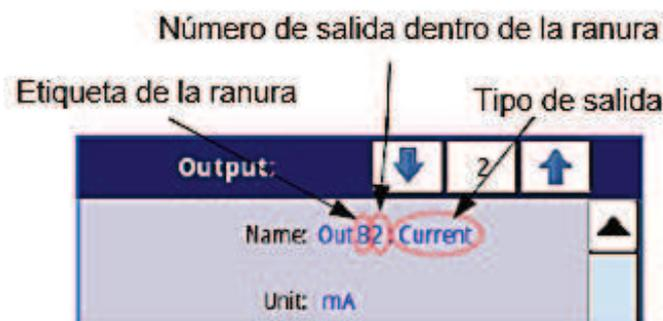

Fig. 7.84. Descripción del parámetro Nombre en el menú de salidas integradas
- **Nombre**: cada salida ya tiene un nombre dado por el dispositivo y el usuario no puede cambiarlo, para la descripción del parámetro **Nombre**, ver **Fig. 7.84**,
- **Nombre**: cada salida ya tiene un nombre dado por el dispositivo y el usuario no puede cambiarlo, para la descripción del parámetro **Nombre**, ver Fig. 7.84,
- **Nombre:** cada salida ya tiene un nombre dado por el dispositivo y el usuario no puede cambiarlo; consulte la **Fig. 7.84**,
- **Nombre**: cada salida ya tiene un nombre dado por el dispositivo y el usuario no puede cambiarlo - ver Fig. 7.84,